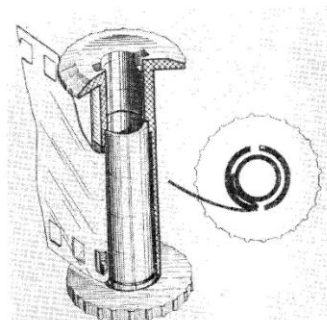

Рис. 8. Заправка пленки в катушку.
4. Заправить конец пленки в шель катушки и закрепить пленку, введя зуб катушки в перфорационное отверстие (рис. 8).